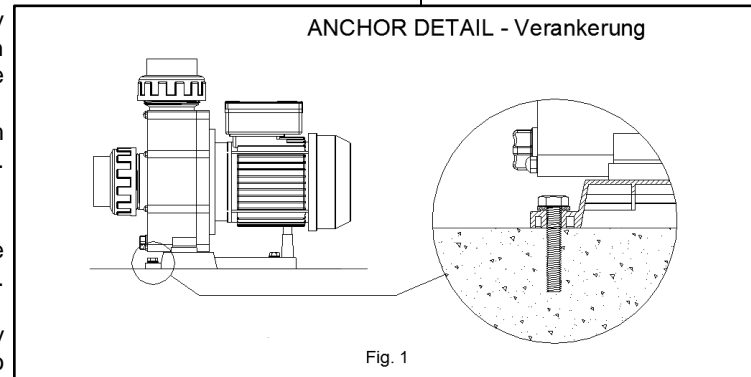

Fig. 1
- All pumps come with a two-drill foot to allow for them to be fixed in the floor by means of an anchor. (Fig. 1).
- Alle Pumpen haben einen Fuss, der zwecks Verankerung am Boden mit vier Bohrungen versehen ist. (Abb.1)